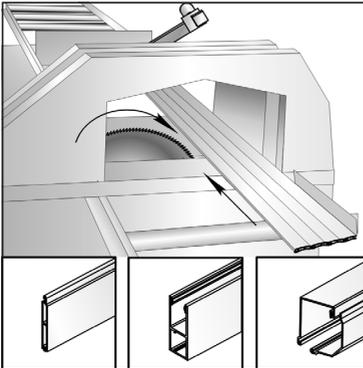

Abb. 01
- Zuschneiden der Lamellen des Rollladenpanzers mit nachfolgendem Entgraten der Kanten (Abb. 01, 02);
- Zuschneiden der Führungsschienen mit nachfolgendem Entgraten der Kanten (Abb. 01, 02);
- Zuschneiden der Rollladenkastens, (bei Bedarf) Ausschneiden einer Öffnung für Bedienungselemente (Abb. 01, 02, 08);